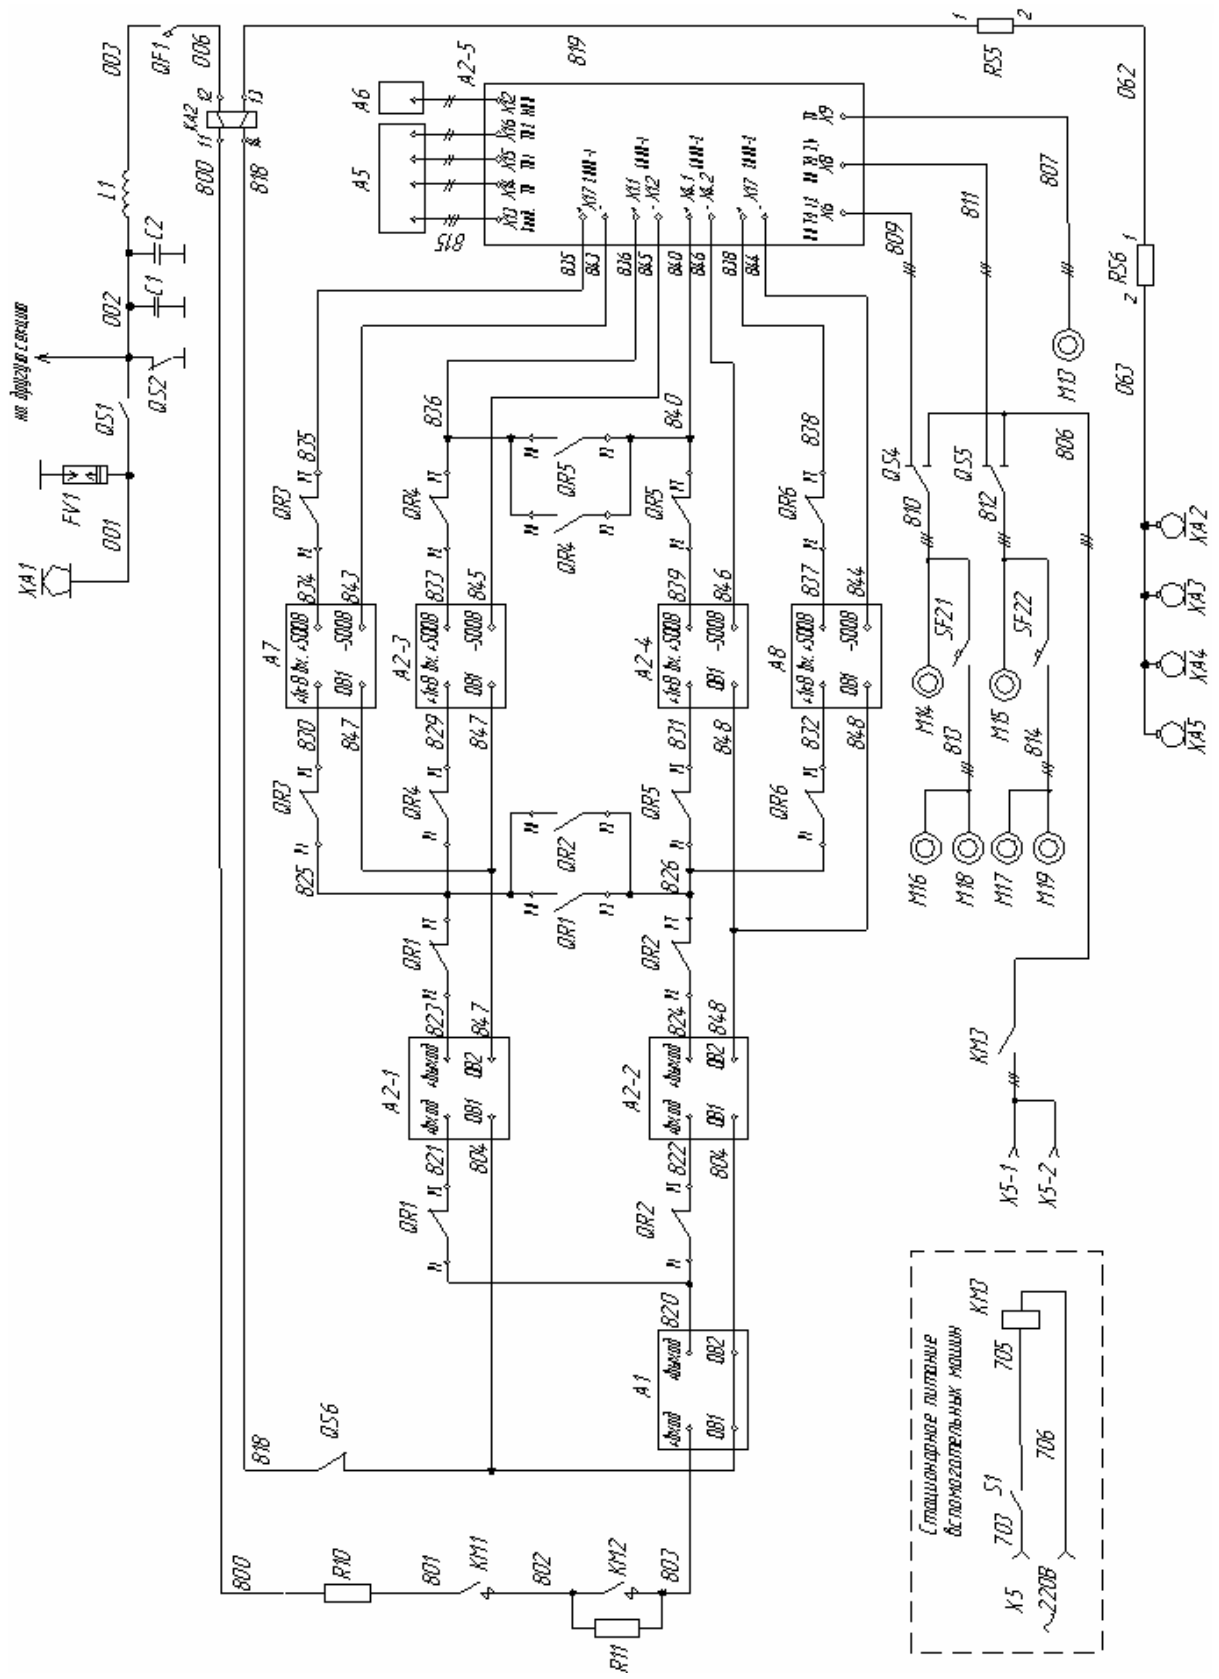

Рисунок 4.9 – Схема цепей питания ПСН и асинхронных вспомогательных машин электровоза 2ЭС6
Вспомогательные цепи каждой секции электровоза 2ЭС6 (см. рисунок 4.9) включают в себя: преобразователь собственных нужд ПСН-200, один трехфазный асинхронный электродвигатель компрессора М13, два трехфазных асинхронных электродвигателя М14 и М15 вентиляторов охлаждения тяговых двигателей, четыре трехфазных асинхронных электродвигателя М16...М19 мультициклонных фильтров системы охлаждения тяговых двигателей.
Питание преобразователя ПСН-200 от контактной сети 3 кВ осуществляется по цепи (см. рисунок 4.9): токоприемник ХА1, провод 001, разъединитель QS1, провод 002, дроссель L1, провод 003, силовой контакт быстродействующий выключатель QF1, провод 006, катушка дифференциального реле КА2 (выводы 12 и 11), провод 800, демпферный резистор R10, провод 801, контакт контактора КМ1, провод 802, контакт контактора КМ2 шунтирующий пусковой резистор R11, провод 803, блок защиты А1, провод 804, контакт разъединителя QS6, провод 818, катушка дифференциального реле КА2 (выводы 14 и 13), провод 819, шунт RS5, провод 062, шунт RS6, провод 063, токосъемные устройства колесных пар ХА2, ХА3, ХА4, ХА5, рельсовая цепь.
Трехфазный асинхронный двигатель М13 мотор-компрессора получает питание по цепи (см. рисунок 4.9): выход канала №1 преобразователя А2-5, кабель 807, статор асинхронного двигателя М13.
Трехфазный асинхронный двигатель мотор-вентилятора М14 (М15) получает питание по цепи (см. рисунок 4.9): выход канала №2 (№ 3) преобразователя А2-5, кабель 809 (811), контакт переключателя QS4 (QS5) для включения мотор-вентиляторов от внешнего источника питания, кабель 810 (812), статор асинхронного двигателя мотор-вентилятора М14 (М15).
Асинхронные двигатели модулей мультициклонных фильтров системы охлаждения тяговых двигателей М16, М17 (М18, М19) получают питание по цепи (см. рисунок 4.9): контакты автоматического защитного выключателя SF21 (SF22), кабель 813 (814), статоры двигателей М16, М17 (М18, М19).
В случае выхода из строя блоков ПСН-200 предусмотрена возможность их вывода из работы с резервированием или без такового с помощью переключателей QR1...QR6 (см. рисунок 4.9).